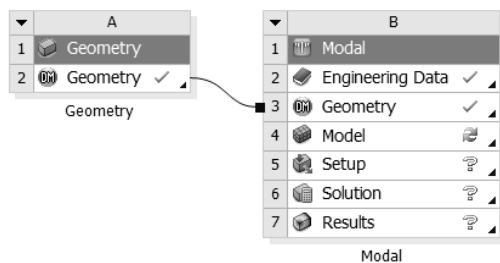

图 7-29 工程数据共享
Step2：如图 7-29 所示，此时项目 A 的几何数据将共享在项目 B 中。